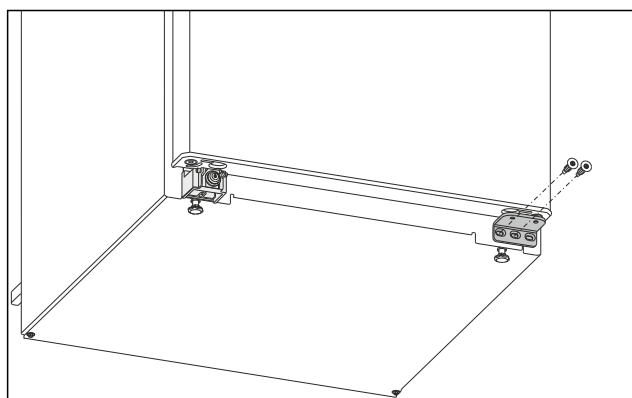

Fig. 6
- Svitare la vite centrale sulla staffa di supporto inferiore con un cacciavite Torx 20. Fig. 6 (1)
- Svitare la vite interna sulla staffa di supporto inferiore con un cacciavite Torx 20. Fig. 6 (1)